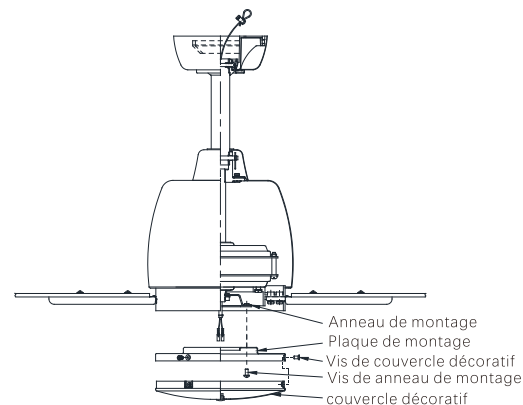

Fig.16
Étape 1. Les deux vis de la anneau de montage fixée à l'arbre du moteur doivent être desserrées et la troisième vis doit être retirée et conservée. (Fig. 16)
Étape 2. Placez les fentes en trou de serrure de la plaque de montage sur les deux vis qui ont été précédemment desserrées sur l'anneau de montage. Tournez la plaque de montage dans le sens des aiguilles d'une montre jusqu'à ce qu'elle s'enclenche aux extrémités étroites des fentes du trou de serrure. Serrez les deux vis en forme de trou de serrure, réinstallez la troisième vis qui a été enlevée précédemment et serrez-la pour la fixer (Fig. 16).
Étape 1. Retirez les trois vis de montage préinstallées sur le bord extérieur du couvercle décoratif (Fig 16).
Étape 2. Insérez le couvercle décoratif dans la plaque de montage en alignant les trous du bord extérieur du couvercle décoratif sur les trous du bord extérieur de la plaque de montage. Enfilez les trois vis de montage précédemment retirées dans le couvercle décoratif et la plaque de montage, et serrez-les pour les fixer. (Fig 16)